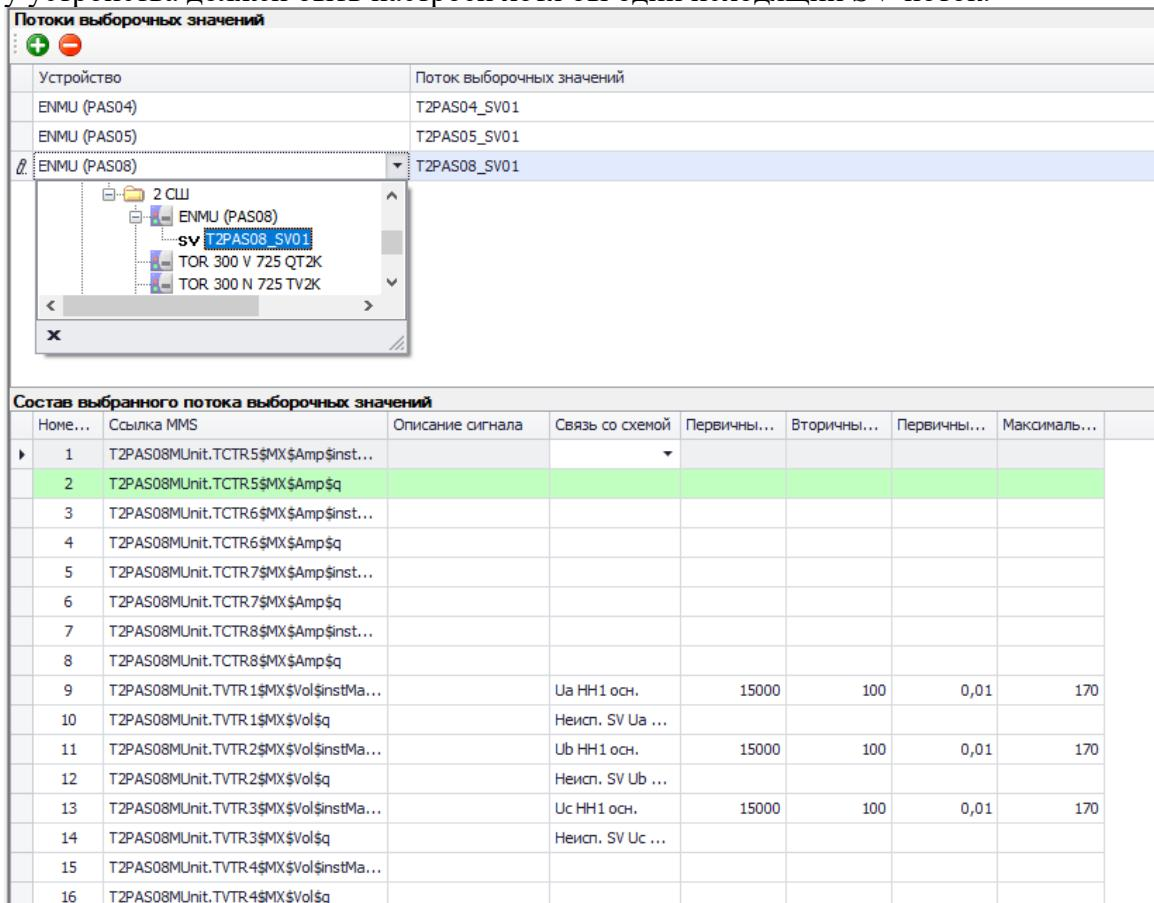

Рисунок 5.88 – Область «Выборочные значения (SV)»
Узел «Выборочные значения (SV)» (рисунок 5.88) предназначен для настройки приёма SV-потоков. Узел «Выборочные значения (SV)» отображается только для шаблона устройства «TOP 300 с шиной» (п.5.12.1).